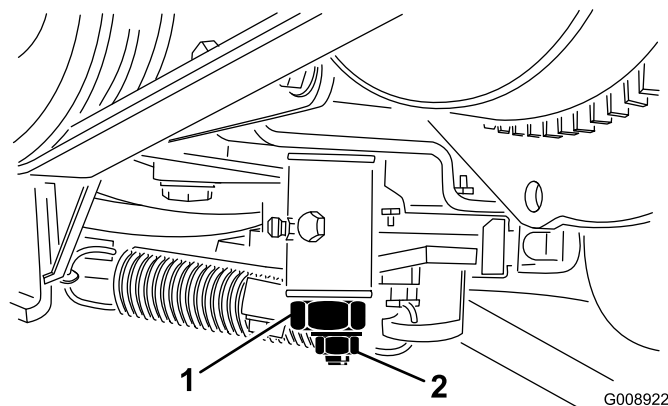

Figura 49
2. Allentate il raccordo del cavo dell'acceleratore sulla leva della pompa di iniezione (Figura 49).